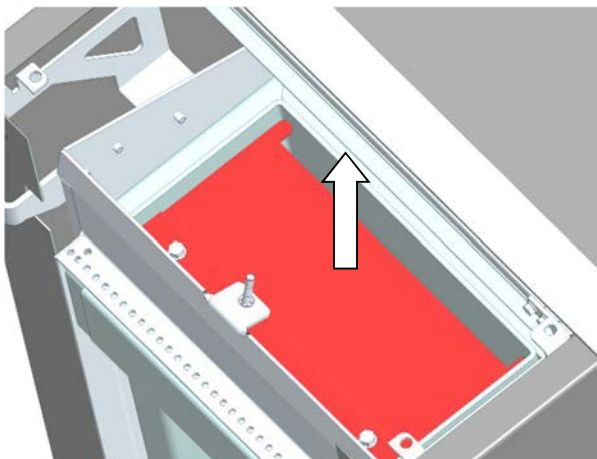

Abb. 71: Entnahme obere Umlenkung
1. Die obere Umlenkung herausnehmen (siehe Abb. 71)